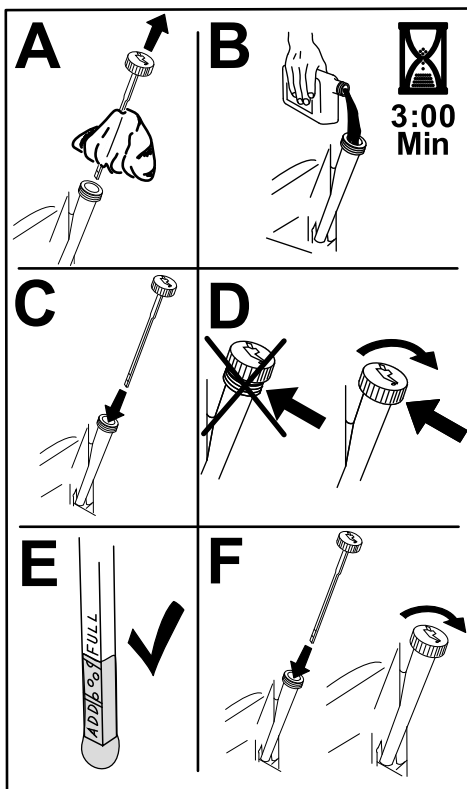

Figure 42
6. Versez lentement environ 80 % de l'huile spécifiée dans le tube de remplissage, puis faites l'appoint lentement pour faire monter le niveau jusqu'au repère maximum (Full) (Figure 42).